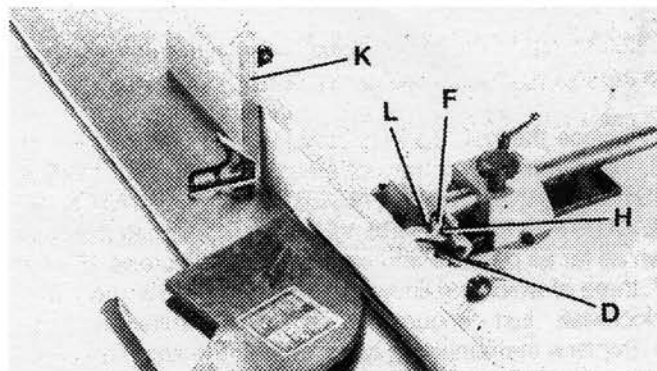

FIGURE 37
2. Positionnez le guide à 90° de la table. Assurez-vous que l'arrêt pivotant (F) Fig. 37, est abaissé, et que la vis d'ajustement (H) rentre en contact avec l'arrêt pivotant (F); serrez la poignée de verrouillage (D).
3. Placez une équerre (K) Fig. 37, sur la table et contre le guide et vérifiez si le guide est à 90° à la table.
4. Si un ajustement est nécessaire, désérrez la poignée de verrouillage (D) Fig. 37 et l'écrou de verrouillage (L). Tournez la vis d'ajustement (F) jusqu'à ce que vous êtes certain que le guide soit à 90° à la table. Serrez l'écrou de verrouillage (L).